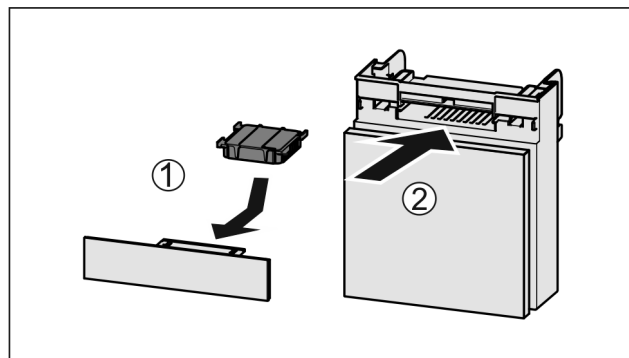

Fig. 112
- ▶ Wkładać Fig. 112 (1) filtr z węglem aktywowanym zgodnie z ilustracją.
- ▶ Wsunąć komorę Fig. 112 (2).